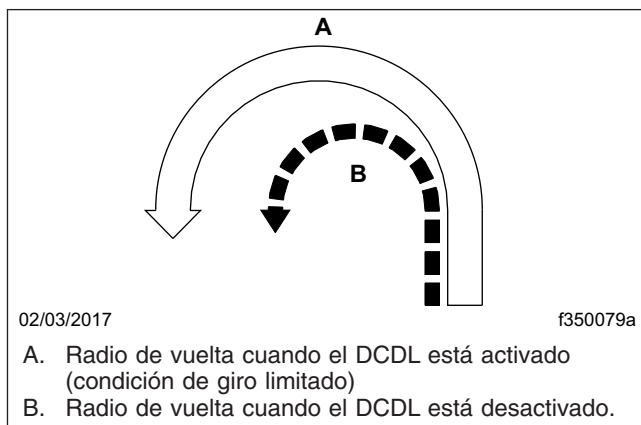

Figura 17.3, Radios de vuelta
3. Conduzca con prudencia y no exceda las 25 mph (40 km/h). Cuando el diferencial esté completamente bloqueado, el radio de vuelta aumentará ya que la reacción del vehículo a la dirección será inferior a lo normal. Vea la Figura 17.3.